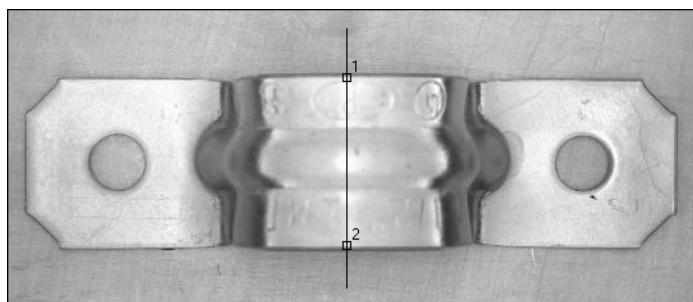

図4-5 ブラケット距離用のエッジを検出する
5. プラケットの中心を通るように垂直ラインをクリック&ドラッグして描画して、図4-5に示すように、幅の中心を計算するのに使用可能なエッジを検出します。Vision Assistantは、エッジ1と2というラベルを付けます。